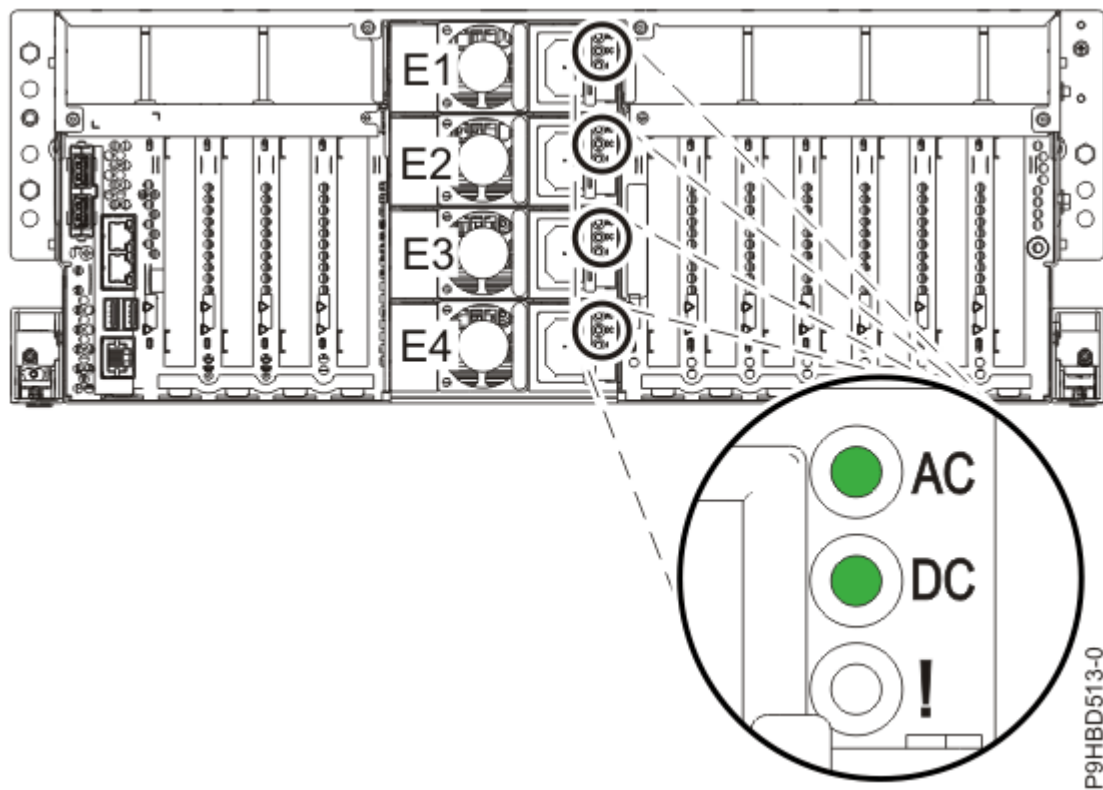
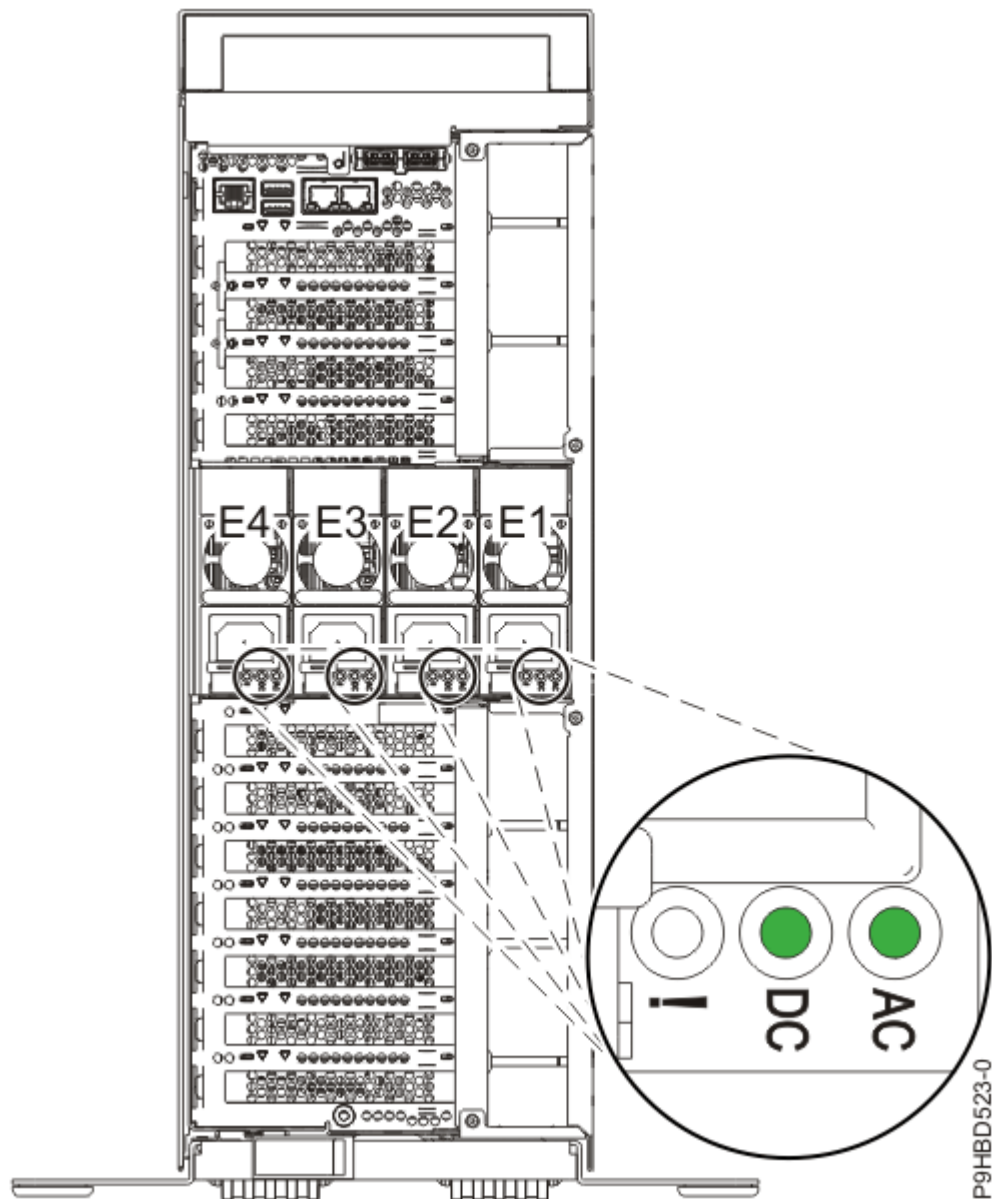

Abbildung 10. LEDs für ein funktionierendes Netzteil, Einschubsystem
Abbildung 11. LEDs für ein funktionierendes Netzteil, Standalone-System
5. Beachten Sie den Status der LEDs am ausgetauschten Netzteil (siehe Abbildung 10 auf Seite 14 oder Abbildung 11 auf Seite 15).